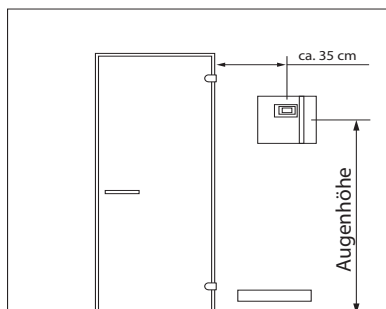

Abb. 2
1. Die Bohrungen \varnothing 3 mm für die mitgelieferten Holzschrauben 4 x 20 mm werden entsprechend den in Abb. 2 + 3 angegebenen Maßen angebracht.